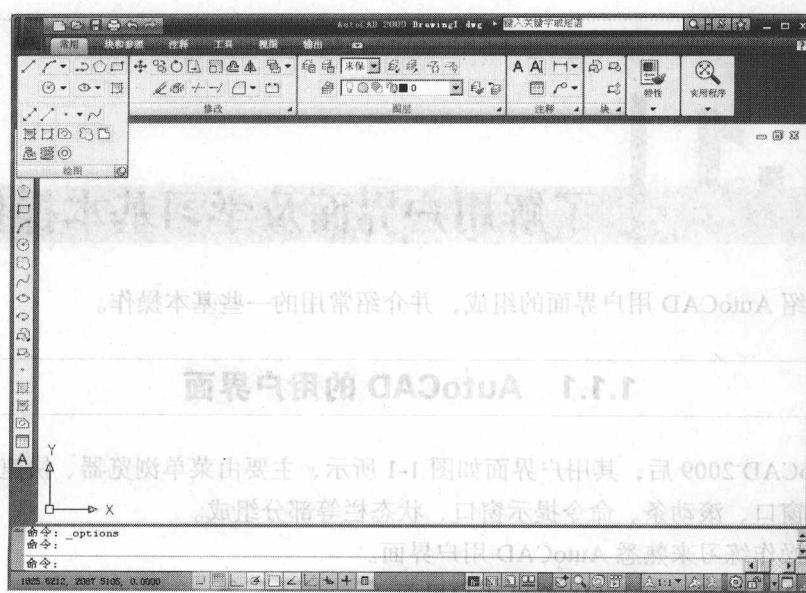

图 1-2 打开【绘图】工具栏
4. 将鼠标指针移动到【快速访问】工具栏的任一按钮上，单击鼠标右键，弹出快捷菜单，选择【工具栏】/【AutoCAD】/【绘图】命令，打开【绘图】工具栏，如图 1-2 所示。用户可移动工具栏或改变工具栏的形状。将鼠标指针移动到工具栏边缘处，按下鼠标左键并移动鼠标，工具栏就随鼠标指针移动。将鼠标指针放置在拖出工具栏的边缘，当鼠标指针变成双面箭头时，按住鼠标左键，拖动鼠标，工具栏的形状就发生变化。